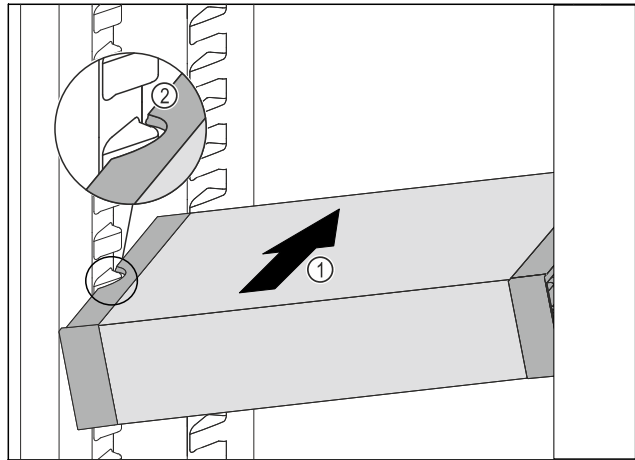

Fig. 80
- ▶ Вдвигайте VarioSafe под наклоном в холодильное отделение Fig. 80 (1), пока боковые выемки Fig. 80 (2) VarioSafe не окажутся на высоте выступа резервуара в холодильном отделении.